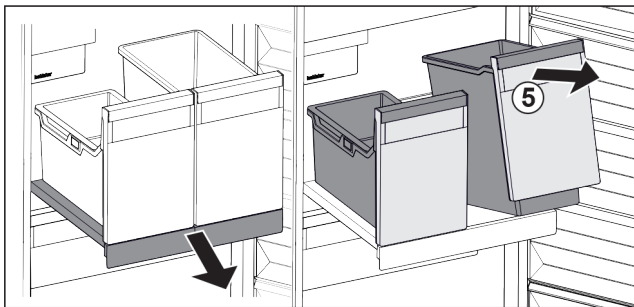

Fig. 100
- ▶ Повдигнете съда Fig. 100 (5) отпред.